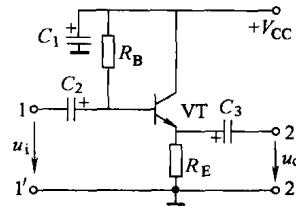

图 2-4 共集电极放大电路
2) 共集电极放大电路中信号在基极与集电极之间输入，在发射极与集电极之间输出，集电极接直流电源 $+V_{CC}$ 端，对交流而言 $+V_{CC}$ 端是接地的。故集电极为放大电路交流信号的公共引脚，如图 2-4 所示。共集电极放大电路也称射极输出器，常用在多级放大电路中作输入级、输出级、缓冲级或隔离级。图中，1—1'是射极输出器信号输入端，2—2'是射极输出器信号输出端， R_B 是偏置电阻， R_E 是发射极电阻， C_1 是直流电源退耦电容， C_2 、 C_3 是耦合电容，VT 是放大晶体管， V_{CC} 是直流电源。